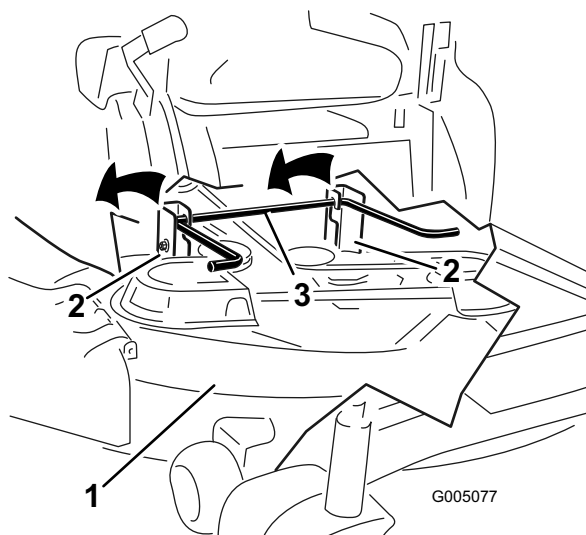

Figure 45
Note: Avant de déposer le plateau de coupe, notez les trous de fixation des pattes de mise à niveau (Figure 45).
5. Soulevez et enlevez le plateau de coupe et les supports de la tige de levage arrière et abaissez la tondeuse au sol avec précaution (Figure 45).
- Soulevez l'arrière du plateau de coupe et guidez les supports sur la tige de levage arrière (Figure 45).